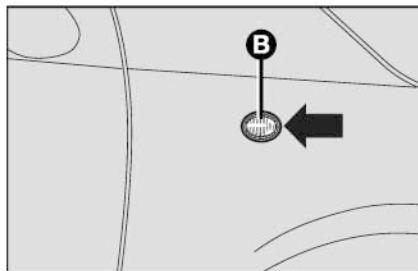

Рис. 23
- нажмите на рассеиватель повторителя в направлении, указанном стрелкой (чтобы сжать пружинный фиксатор) и извлеките повторитель в сборе **В** (рис. 23) из крыла автомобиля;